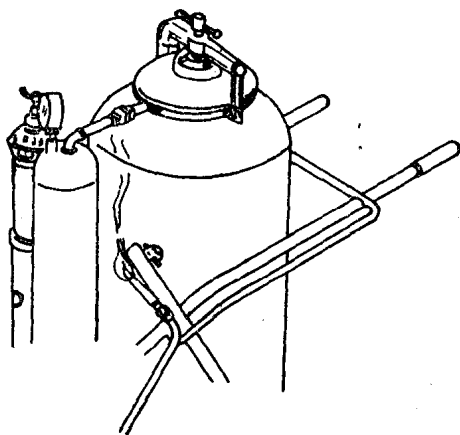

图 1-8
6) 扳动移位调节杆时,切不可如图1-8所示,拿着引燃的焊、割炬靠近乙炔发生器。